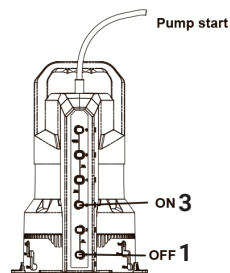

рис.5
1. Насос запускается по умолчанию **для автоматического управления в режиме ожидания (рис.5)**. Когда уровень воды достигает значения (3), насос запускается, при этом индикатор загорится. Когда уровень воды ниже значения (1) - насос останавливается.